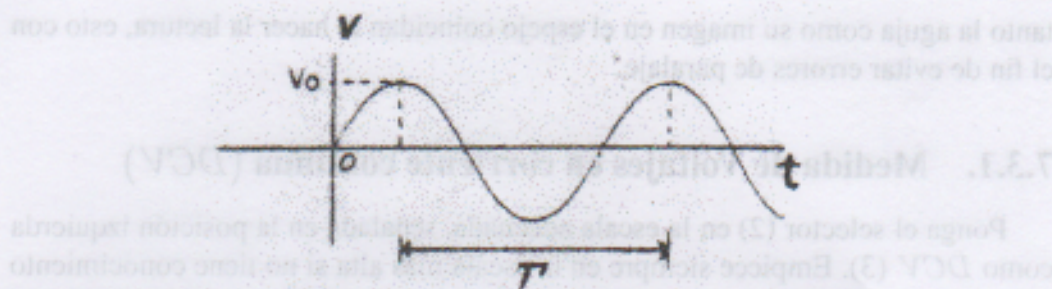

Figura 7.10: Señal sinusoidal
Comúnmente se usa el término *corriente alterna* (CA) para notar tensiones que varían sinusoidalmente con el tiempo, como se muestra en la figura 7.10.